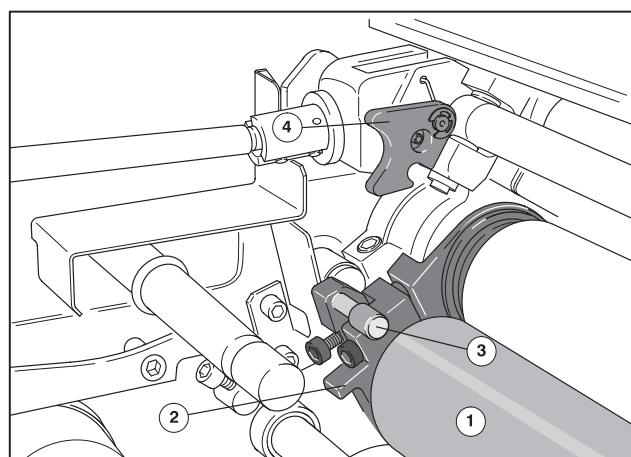

Рис. 14 Раскатной валик аппарата увлажнения в позиции смывки
- ❽ Распылить средство для смывки через отверстие в защитном ограждении на увлажняющие валики сначала на стороне привода, затем на стороне обслуживания (или наоборот).
- ❹ После окончания смывки увлажняющий валик (Рис. 14/❶) поднять на кулачках (Рис. 14/❷) у крышки подшипника с обеих сторон.
- ❿ Зашелкнуть болты (Рис. 14/❸) на стороне привода и на стороне обслуживания на рычаге (Рис. 14/❹).